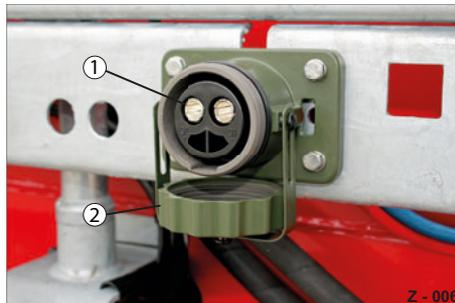

Abb. 10 NATO-Steckdose
- ▶ Schrauben Sie die Verschlusskappe (Abb. 10/2) ab.